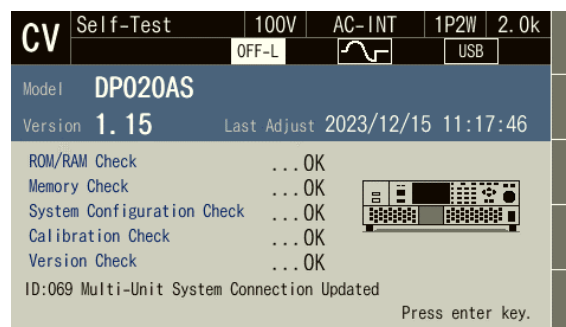

図 3-4 以前と異なるシステムで起動したときのセルフチェック画面
2. セルフチェックが行われ、結果が表示されます。結果に問題があった場合又は多筐体システム接続を変更した場合、図 3-4 のようにセルフチェック画面で起動処理は一時停止します。セルフチェック結果を確認し、ENTER キーを押すと、起動処理が再開します。